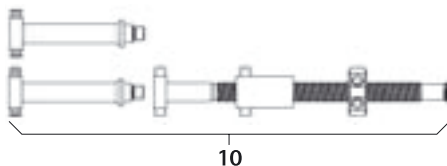

Fig. 14
- Montare il distrattore ad asta filettata **10**, vedere Fig. 14.